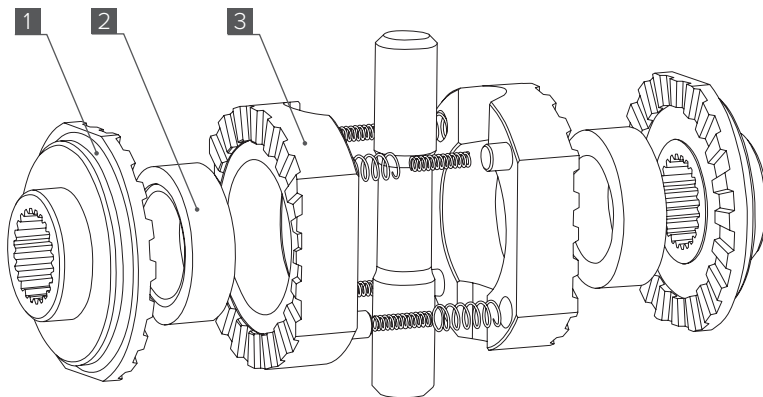

Рис. 3
7. Поместите в корпус дифференциала полуосевые муфты **[1]** (Рис.3).